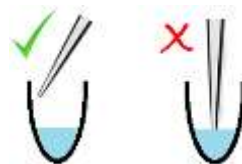

Abbildung 1
- Nach dem Mischen **10 μ l** entnehmen und in die NTC-Kavität (Kavität 96, Position H12) pipettieren (siehe auch Abbildung 1 und 2).
- Jeweils **10 μ l** der DNA/Plex Mix/Wasser-Lösung in die Kavitäten 1-95 der HISTO TYPE Rainbow QS6 Platte verteilen (bitte Abbildung 1 und 2 beachten). Die NTC-Kavität 96 (Position H12) darf nicht mit dem DNA-Mix befüllt werden, weil dies zu einer positiven Reaktion führt und damit zu einem invaliden Ergebnis führt!
Hinweis: Beim Pipettieren in die PCR-Kavitäten ist es wichtig, dass die Pipettenspitze nicht mit den getrockneten Mixen (blau eingefärbt) am Boden der Kavitäten in Kontakt kommt. Es sollte seitlich an die Gefäßwand pipettiert werden, damit sich die 10 µl durch die Gravitation mit dem getrockneten Mix mischen können (siehe Abbildung 1).